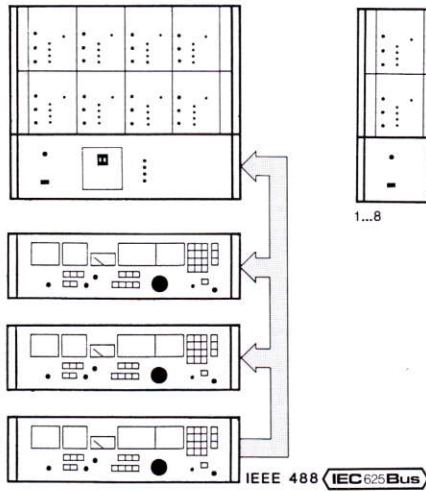

Bild 1
**Bild 1** zeigt die Steuerung von acht R&S-Absetzempfängern der Reihe ESM 5... K und von zwei VHF-UHF Empfängern ESM 500 A/B durch einen ESM 500 A/B, der hier als Suchempfänger arbeitet. Die Absetzempfänger werden durch den Suchempfänger gesetzt, die Einstellungen der einzelnen Absetzempfänger sind im Speicher des Suchempfängers unter der jeweiligen Adresse abgelegt. Da hier ein reiner Talker (ESM 500 A/B)/Listener (ESM 5... K)-Betrieb vorliegt, ist kein bidirektionaler Datenfluß möglich.